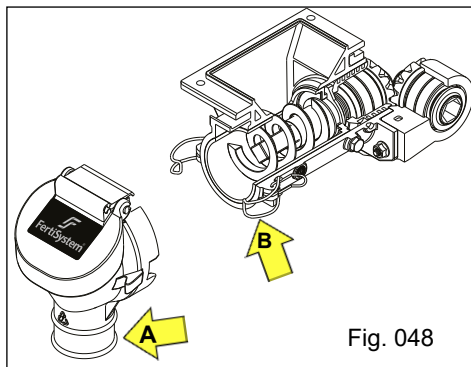

Fig. 048
a) Desmonte o boca "A", através do engate rápido "B" (Fig. 048).